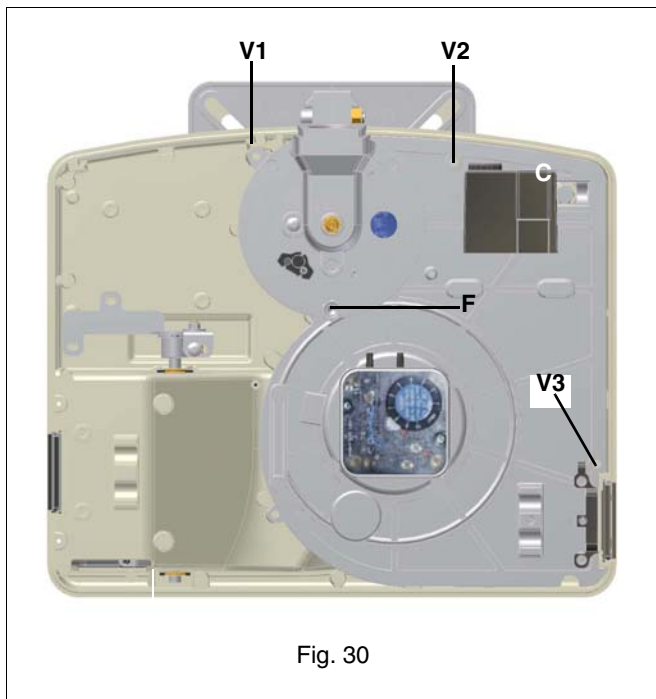

Fig. 30
- 1 desmontar la placa componentes C del quemado, removiendo los tornillos V1, V2, V3, V4 y el perno de fijación F (Fig. 30);